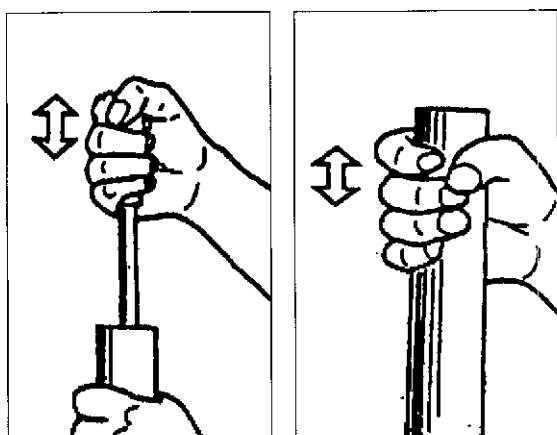

Fig. 6A
- 12) Pompate lentamente l'asta del pistone e la gamba per più di 10 volte facendo compiere una corsa di circa 100 mm (Fig. 6A).
- 12) Pump the piston rod and leg slowly more than 10 times (Fig. 6A).